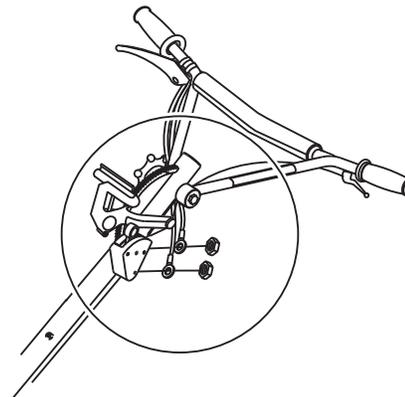

Figura 14. Conexión del cableado
6. Conecte los dos cables de la palanca de presencia del operador a la lengüetas de la terminal del interruptor de paro de seguridad (una por una de la lengüetas; cualquier posición). Vuelva a instalar y apriete las tuercas. (Figura 14).